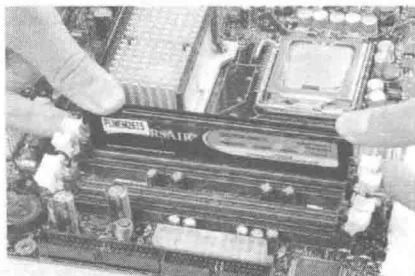

图 1-13 安装内存
(2) 将内存引脚的缺口对准内存插槽内的凸起,用两拇指按住内存两端轻微向下压,听到“啪”的一声响后,即说明内存安装到位,如图 1-13 所示。